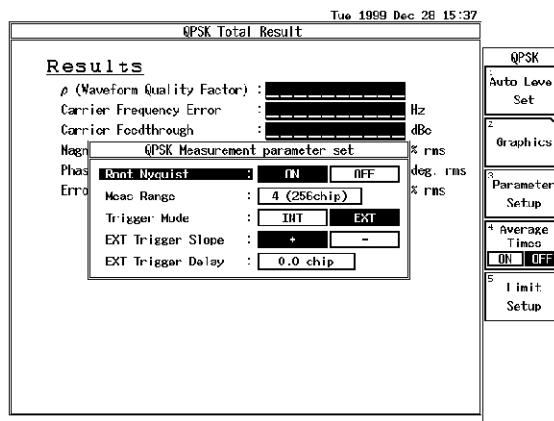

図 6-8 パラメータ設定 (RF 入力 QPSK 測定)
4. R3267/73 を CF:2 GHz、RF 入力、QPSK 測定に設定し、パラメータを図 6-8 のように設定し、*DC CAL*、*AUTO LEVEL* を実行します。